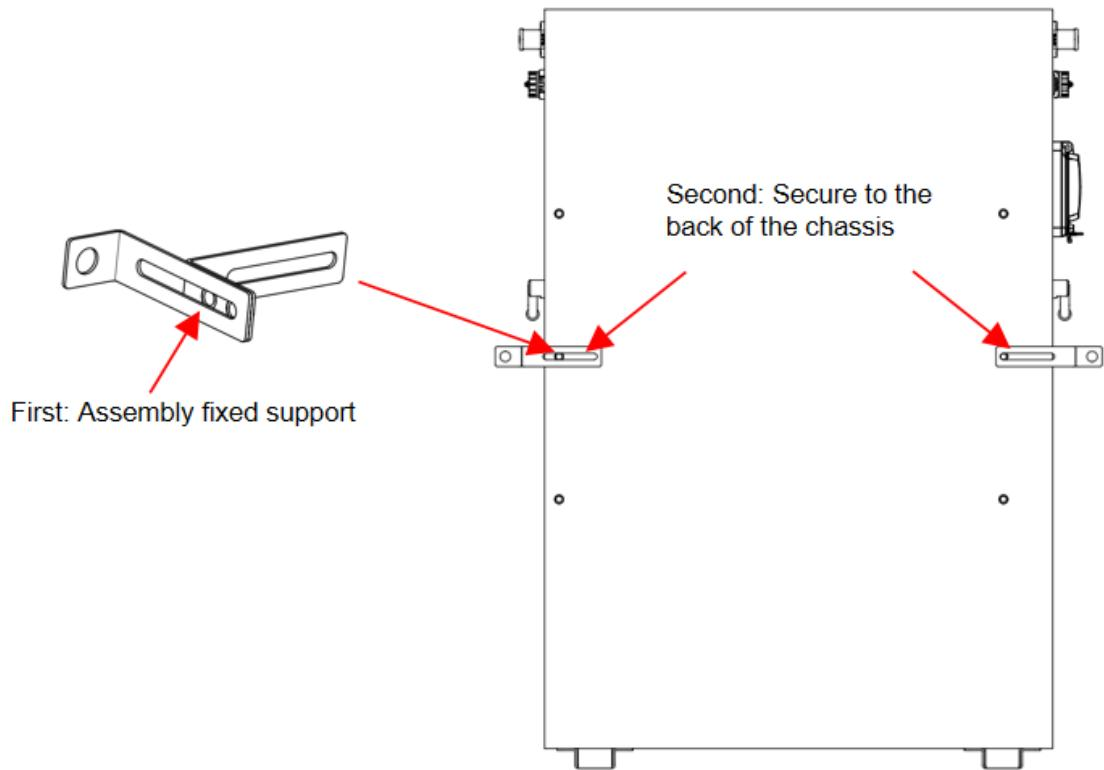

Abbildung 5-4
- a) Mit den 4 Schrauben M6\*12 können Sie die linken und rechten Halteösen an der Batterierückseite befestigen. Der Abstand zwischen den beiden Halterungen liegt zwischen 563 und 589 mm und kann um etwa 26 mm verschoben werden wie in Abbildung 5-4 dargestellt.